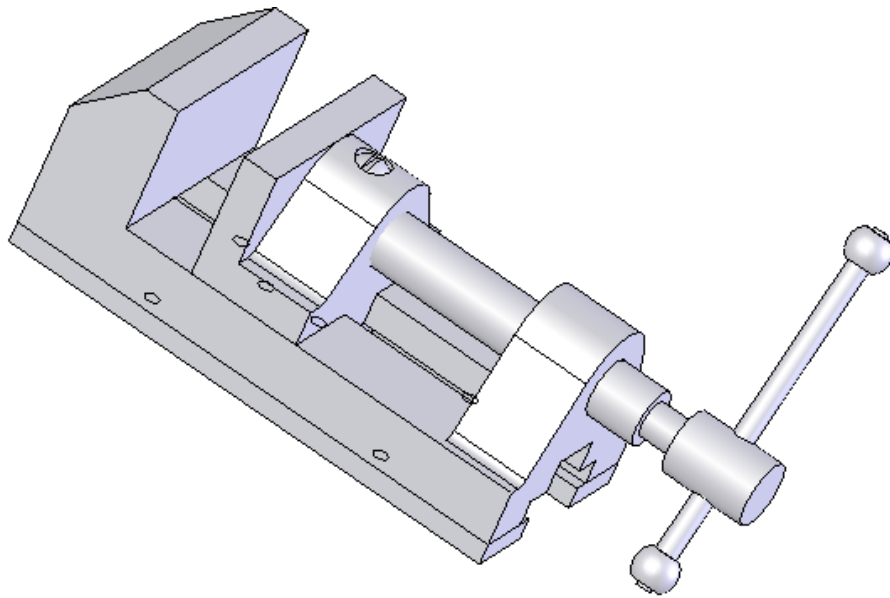

Рис. 7.1.18. Тривимірна модель збірки верстатних тисків
12. Самостійно додайте до збірки ручку і наконечник ручки. Результат виконання роботи показаний на рис. 7.1.18.